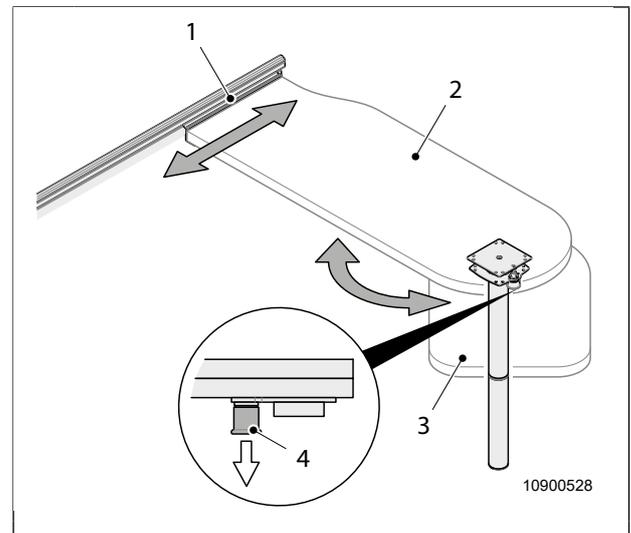

Abb. 23 Schwenkbarer Einhängetisch
1. Knopf (Abb. 23, Pos. 4) nach unten ziehen.
2. Schwenkbare Tischplatte (Abb. 23, Pos. 3) so weit schwenken, bis der Knopf einrastet.
1. Tischplatte (Abb. 23, Pos. 2) rechts anheben.
2. Tisch in angehobener Stellung entlang der Führungsschiene (Abb. 23, Pos. 1) in die gewünschte Position verschieben.